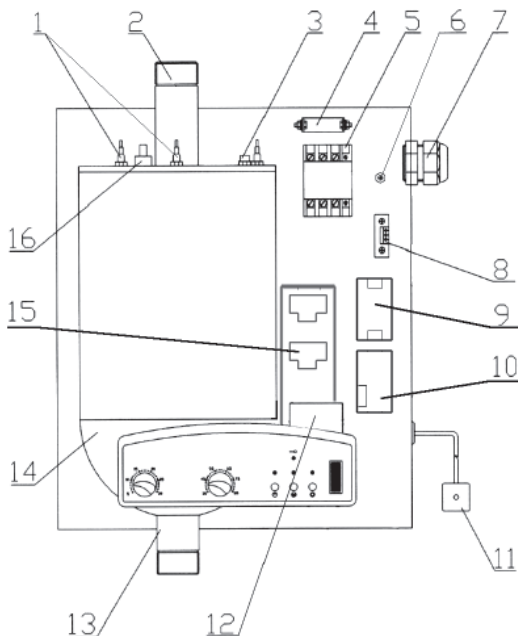

Рис. 1. Устройство электродкотла:
5.1. Отопитель состоит из следующих основных частей: теплообменника (бака), элементов коммутации и электронных блоков (силового блока, блока питания и измерительного блока) (рис. 1).